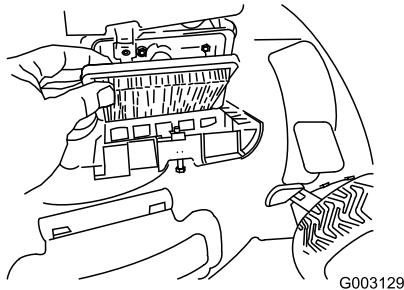

Figura 36
4. Coloque la tapa (Figura 36).